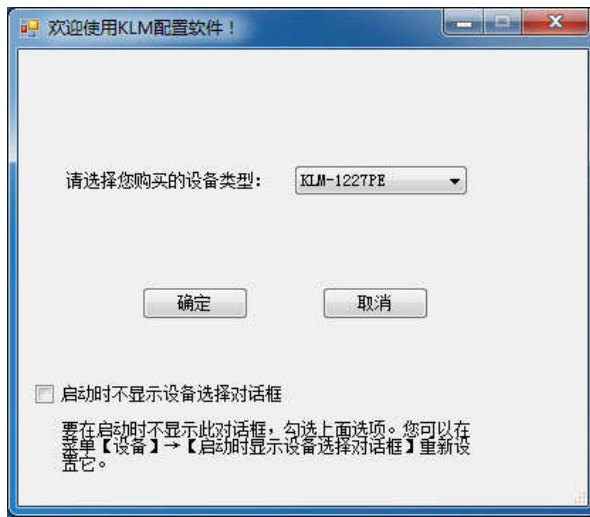

图 1.3.1 设备选择窗口
- d) KLM 配置软件将启动后弹出如图 1.3.1 所示的对话框，用户需要在下拉菜单中选择使用设备的型号，然后点击【确定】按钮，进入相关主界面（图 1.3.2）。